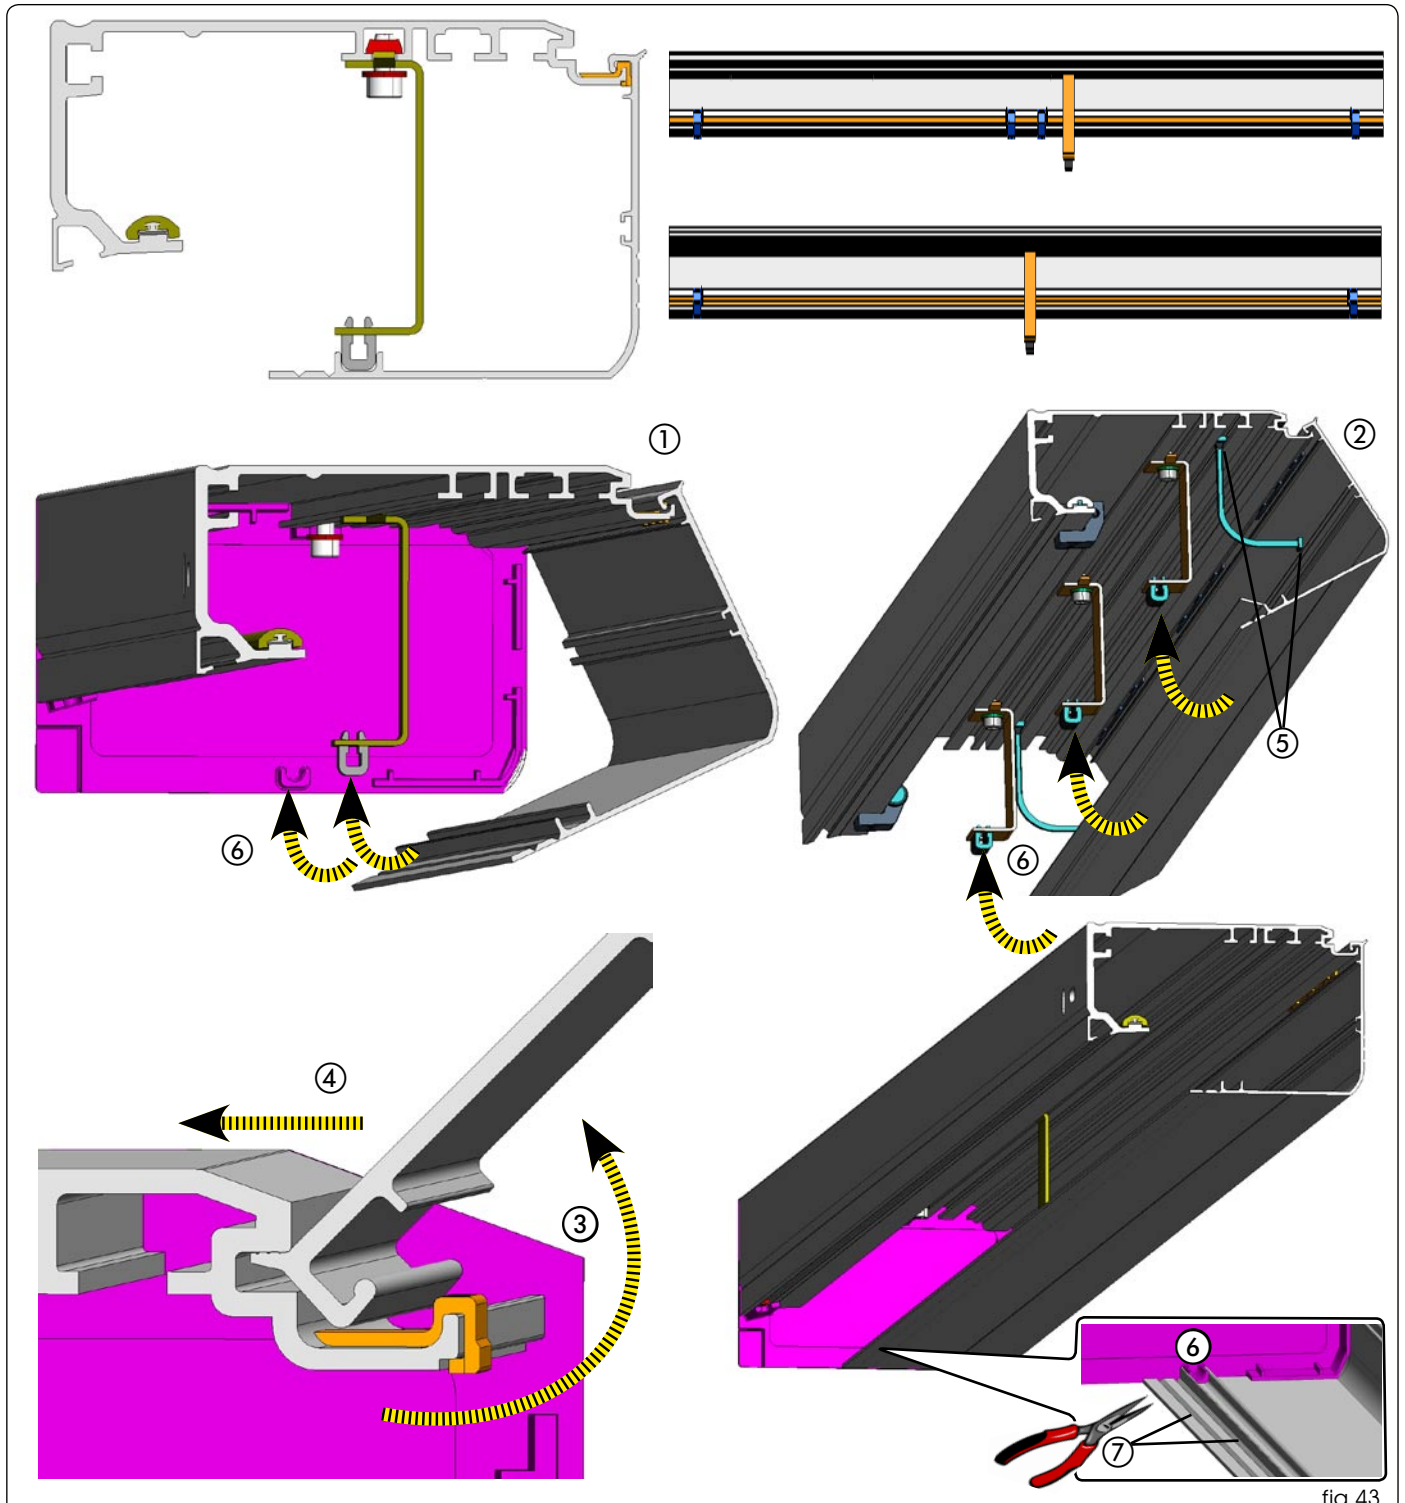

fig.43
- Appoggiare il carter di chiusura sui distanziali precedentemente montati, come indicato in fig.43 rif. ① o ②.
- Per tenere il carter aperto, sollevarlo (fig. 43 rif. ③) e spingerlo (rif. 43 rif. ④) verso il profilo fino ad ottenere l'incastro della sporgenza metallica nella sede del profilo.
- Fissare i cavetti paracadute al carter nelle apposite sedi (fig. 43 rif. ⑤).
- Il bloccaggio del carter di chiusura avviene in corrispondenza dei due fianchetti laterali e piastra centrale o delle staffe di fissaggio (fig. 43 rif. ⑥).
- Il carter di chiusura è preinciso per essere adattato a vari spessori di anta; eliminare parte del profilo in eccesso rompendo nei punti indicati in fig. 43 rif. ⑦.